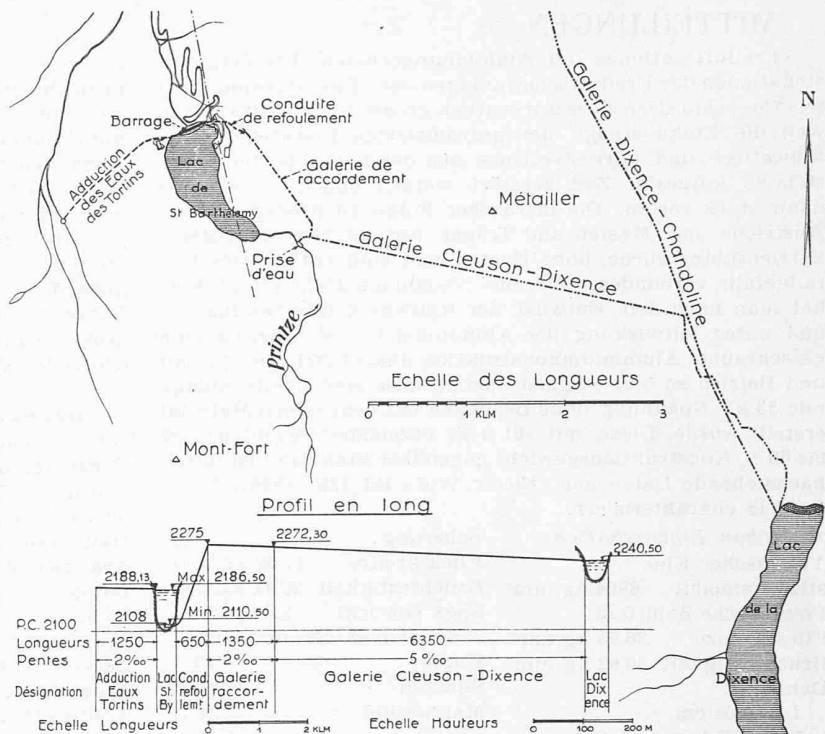

Bild 1. Lageplan 1: 75 000 und Längenprofil der Anlage Cleuson des Dixence-Werkes
**Die Ausnutzung der Wasserkräfte des Val de Cleuson (Wallis)** ist im «Bulletin Technique» vom 30. August 1947 von Dir. Ing. F. Bolens ausführlich beschrieben, unter Beigabe von Zeichnungen und Photos. Die Wichtigkeit des Unternehmens erhebt daraus, dass die von der EOS in Bau genommene Anlage Cleuson, zusammen mit dem ebenfalls begonnenen Werk Salanfe, ebensoviel Winterenergie produzieren wird wie bisher das Kraftwerk Dixence1). Das Val de Cleuson ist das westliche Seitental unmittelbar neben dem Val des Dix und von diesem durch eine etwa 4 km breite Bergkette getrennt. Die EOS führt nun die Ausnutzung der Printze, so heißt der Abfluss des Val de Cleuson, in zwei Etappen durch. Die erste, 1943/44 gebaute Etappe bestand zur Hauptsache aus der Wasserfassung in der Printze auf 2290 m ü. M. und einem 6,5 km langen Freilaufstollen von 1,80 × 2,00 m Querschnitt zur Staumauer Dixence (Bild 1).